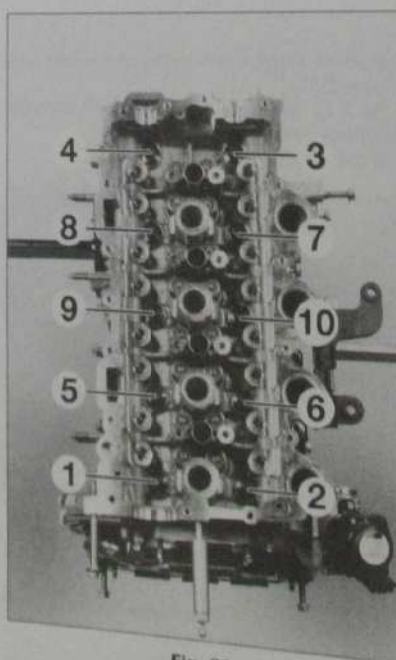

Fig. 83
- les vis de fixation de la culasse dans l'ordre indiqué (Fig.83).